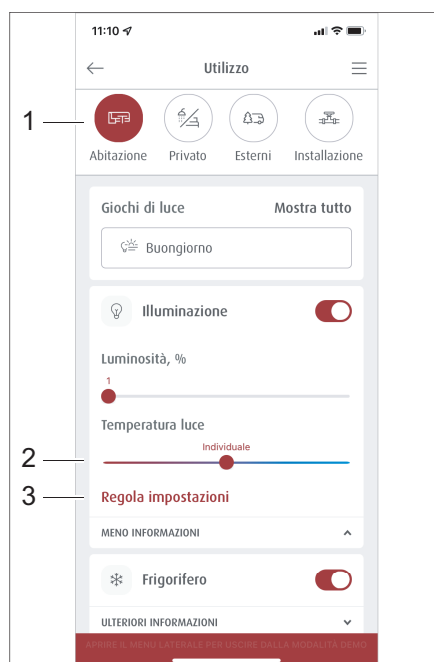
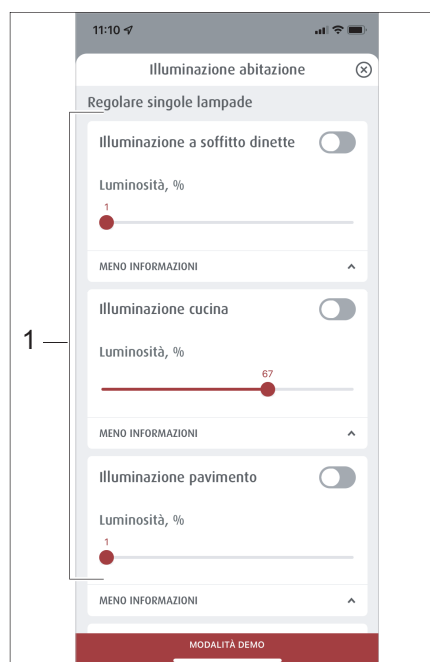

Fig. 293 Selezione di scenari precostituiti
Fig. 294 Gestione degli scenari
- Digitare nel menu *Utilizzo* il pulsante *Abitare* (Fig. 293,1).
- Digitare nel menu *Abitare* su *Impostazione personalizzata luci* (Fig. 293,3).
Il menu *Impostazione personalizzata luci* (Fig. 294) si apre.
- Selezionare nella scelta di illuminazione (Fig. 294,1) l'illuminazione desiderata e impostare con il regolatore a scorrimento (Fig. 293,2) la temperatura della luce.